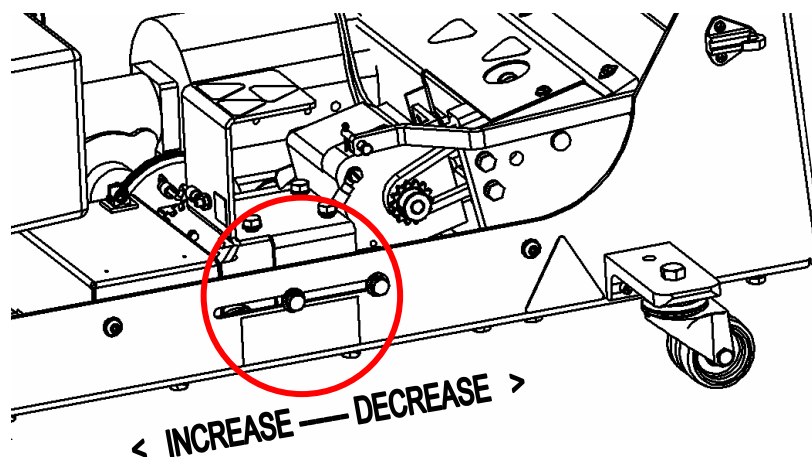

Bild 4-6
2. Leta upp polerborstens tryckskravar på vardera sidan av maskinens ram. Bild 4-6 visar skruvarna på sidan nära oljeöverföringsvalsen motor.